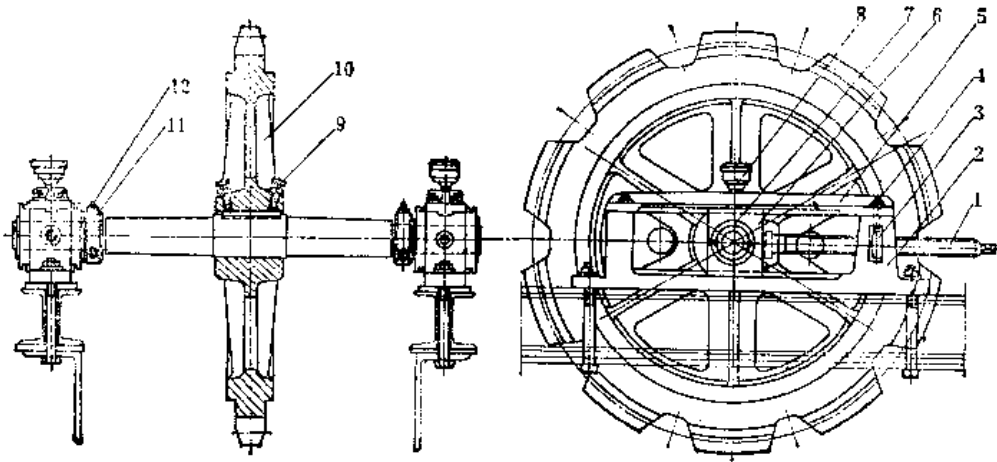
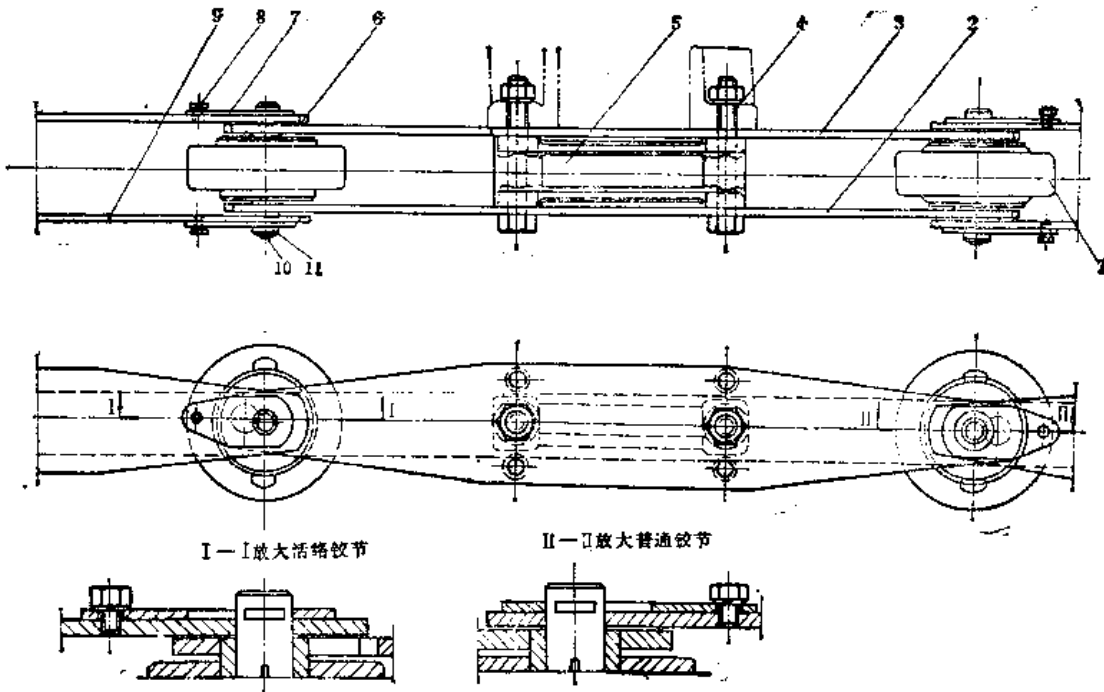
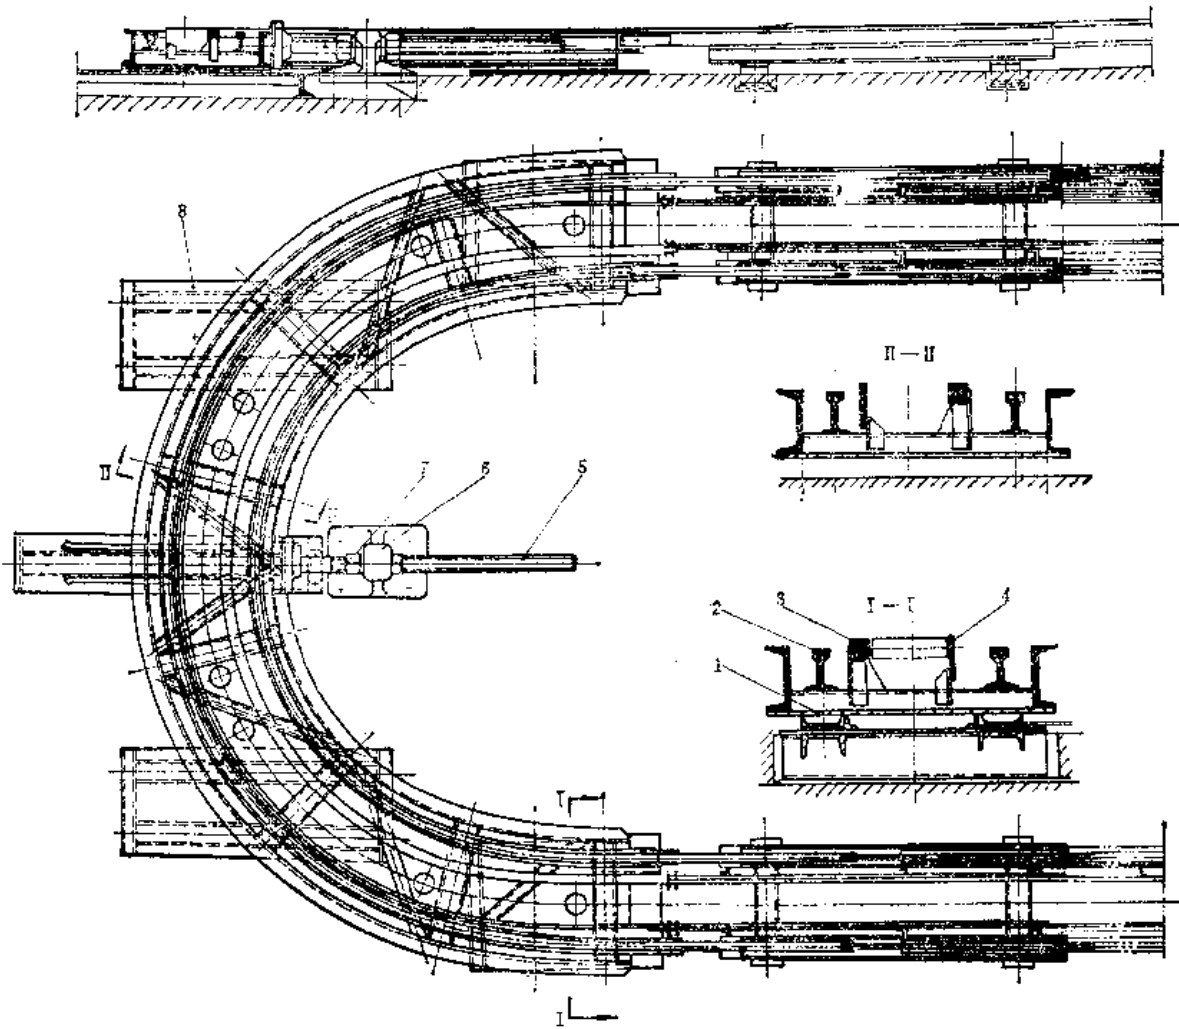
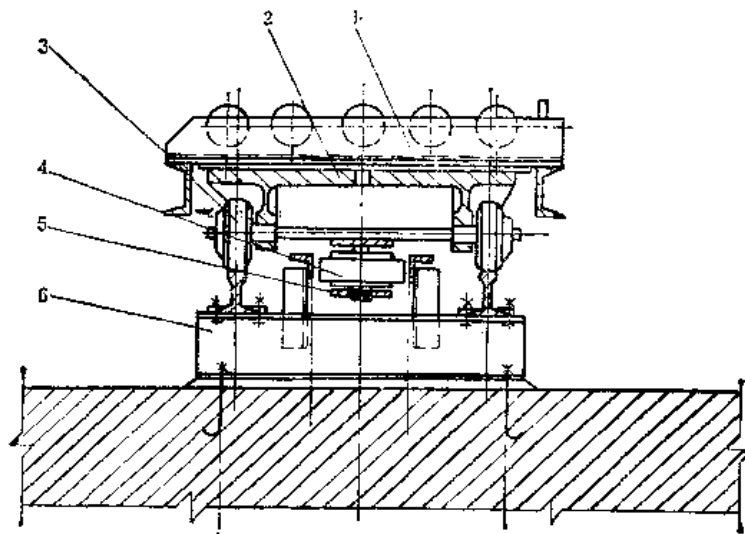

图8-1-4 拖动链条张紧装置
图8-1-5 牵引链条
图8-1-6 牵引链条张紧装置
图8-1-7 小车
- ② 拖爪的拖动面磨损是否严重；
- ③ 拖动走轮及滚子油路是否畅通；
- ④ 内、外链板有否变形、铰节孔有无磨损，卡板螺栓有无松脱；
- ⑤ 拖链轨道有无变形或开焊。
- (3) 拖动链条张紧装置(图8-1-4)的检查
- ① 张紧轴、滑块、铜套、张紧支架导槽的磨损情况；
- ② 调节螺杆、螺母转动是否灵活，有无锈蚀、变形或磨损；
- ③ 张紧链轮齿部磨损情况；
- ④ 滑块油路是否畅通。
- (4) 牵引链条(图8-1-5)的检查
- ① 内外链板有无变形，铰节处导向轮轴，轴
- ② 导向轮轴承有无研死，端盖有无松脱，导向轮因轴承损坏松动，轮缘有无严重磨损；
- ③ 导向轮轴端固定卡板螺栓有无松脱，卡板有无刮起或串出丢失，油嘴是否完好，油路是否畅通。
- (5) 牵引链条张紧装置(图8-1-6)的检查
- ① 轨道活动滑板底座是否灵活，小车轨道、护轨及活动接头有无严重磨损；
- ② 张紧调节螺杆、螺母转动是否灵活，有无严重磨损，润滑及密封是否良好；
- ③ 轨道有无变形或开焊。
- (6) 小车(图8-1-7)、小车轨道及导向轮轨道的检查
（3）拖动链条张紧装置的拆卸（图8-1-4）
① 先拆下滑块上的润滑油杯，
② 卸下支架底座的上盖板的紧固螺栓，拿下上盖板，再将链轮轴整套吊下，取下滑块；
③ 退出调节螺杆，拿下方形螺母；
④ 拆下支架底座的紧固螺栓，拿下底座。
2) 张紧链轮的拆法 (图 8-1-4)
① 把张紧轴两端定位环的顶丝松开，分别取下定位环；
② 拆链轮。首先退出链轮上顶键的两个顶丝，然后用压力机或大拉具将轴压出或把链轮拉下，如用锤锤打时应把链轮垫平，轴端垫上铜板，防止将轴头打胀。